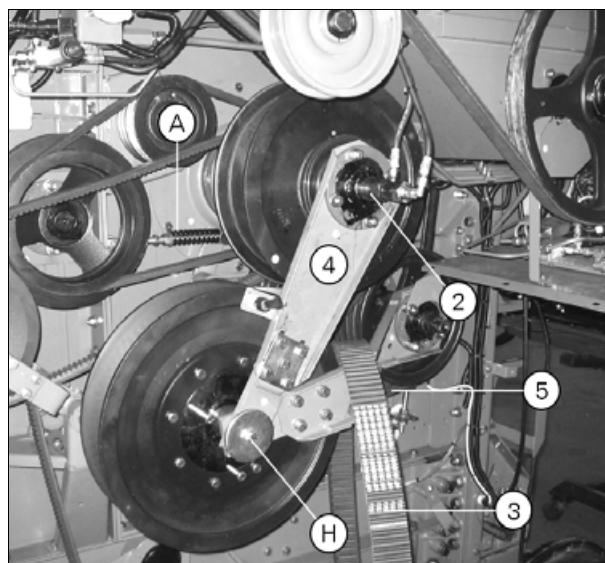

Рис. 3.
- Отрегулируйте пружину (А) рис. 3 натяжителя ремня до длины 100 мм и зафиксируйте ее контргайкой.